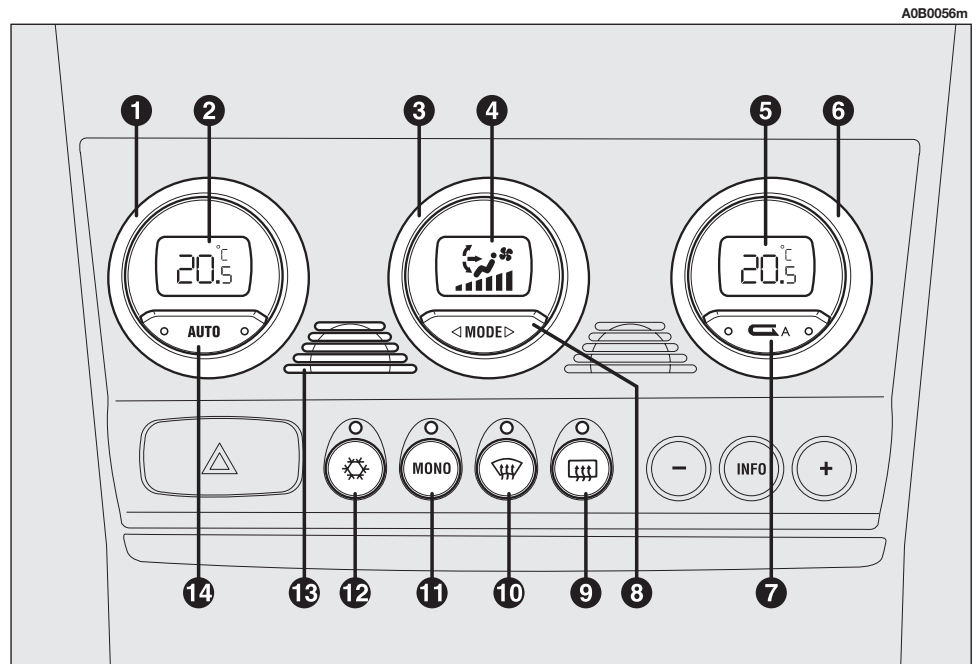

fig. 101
**CONTROLS (fig. 101)**
## HOW TO USE THE AUTOMATIC TWO-ZONE CLIMATE CONTROL (fig. 101)